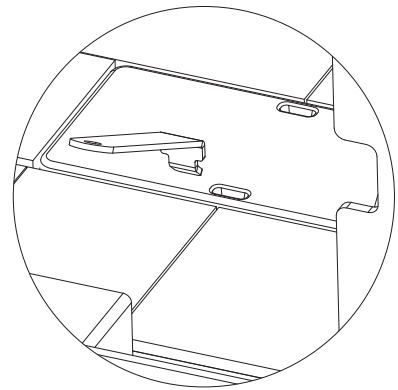

Figure 19.2
2. Retirez le couvercle en fonte depuis l'intérieur de la boîte à feu à l'aide des outils fournis. Videz les cendres à travers le canal du système d'élimination des cendres et vers le tiroir placé dessous (Figure 19.2). S'assurer que toutes les cendres soient éliminées du dessus de la porte de l'ARS. Soulevez la grille et inspectez le dessus de la porte pour vous assurer que toutes les cendres aient été retirées. Vous pouvez rapidement déplacer la poignée du verrou du système d'élimination des cendres vers le haut et vers le bas pour aider à retirer les cendres de la porte. Utilisez une petite brosse pour nettoyer le dessus de la porte s'il reste des cendres. N'oubliez pas de remettre le couvercle en place avant d'utiliser le poêle. Laissez une couche de cendres de 6 à 13 mm (1/4 à 1/2 po) au fond de la boîte à feu de façon à former une grille naturelle et permettre à l'air de circuler sous le bois.